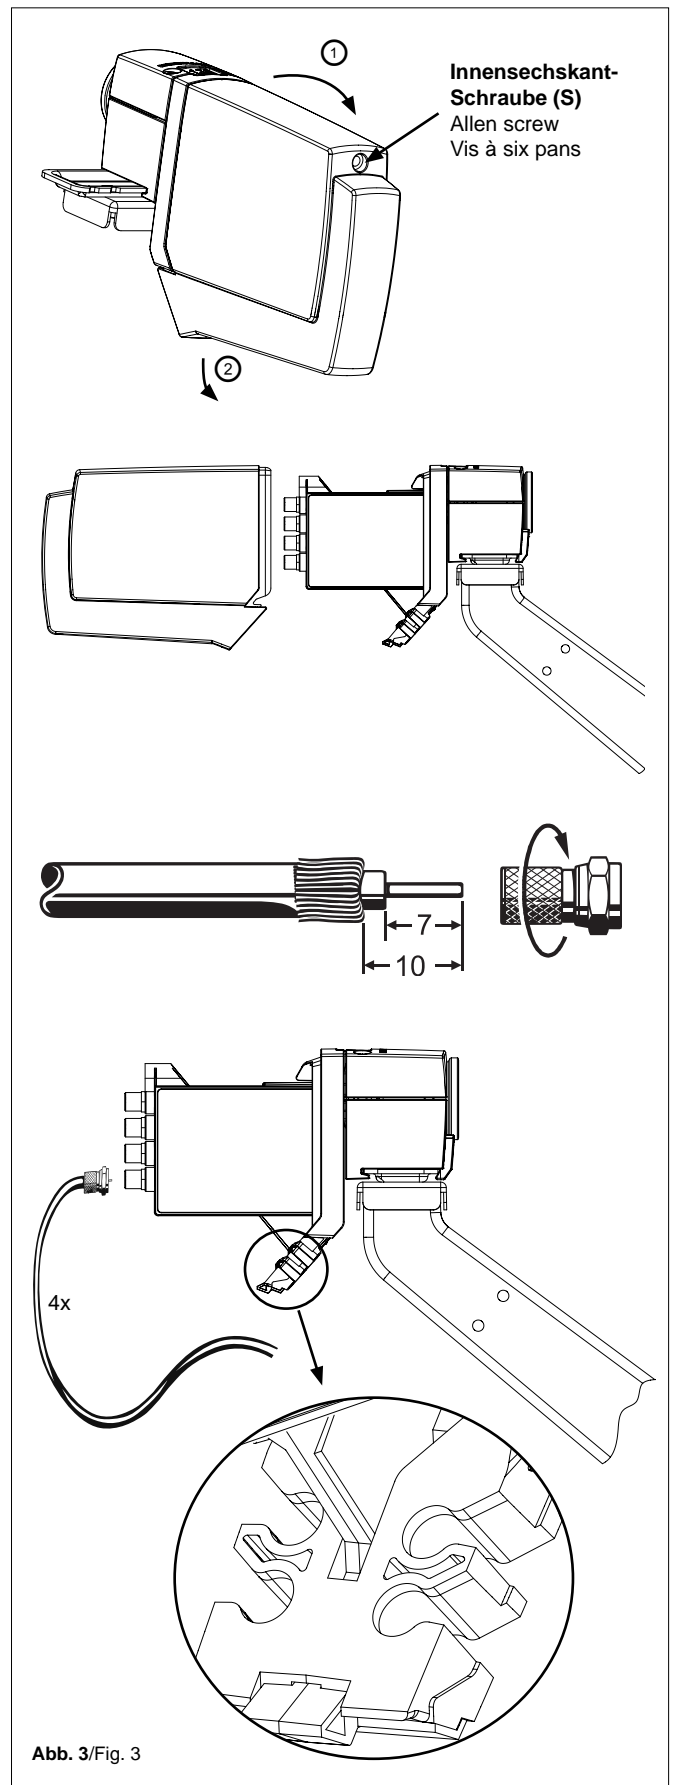

Abb. 3/Fig. 3
Kabelanschluss (Abb. 3)
4. Angeschlossene Kabel nach vorne führen und seitlich in den Kabelhalter (siehe Vergrößerung in Abb. 3 unten) eindrücken.
5. Haube aufschieben, bis sie in die Nut eintaucht und im unteren Bereich einrastet. Innensechskantschraube (S) festziehen.
Cable connection (Fig. 3)
4. Lead the connected cable forwards and insert sideways into the cable fastening (see close-up in fig. 3 below).
5. Slide on the cover until it fits into the groove and locks in the bottom section. Tighten Allen screw (S).
Raccordement de câbles (Fig. 3)
4. Amener les câbles raccordés vers l'avant et les enfoncer latéralement dans le support de câbles (voir l'agrandissement au bas de la fig. 3).
5. Mettre en place le capot qui doit entrer dans la gorge et s'enclencher au bas. Serrer la vis à six pans creux (S).